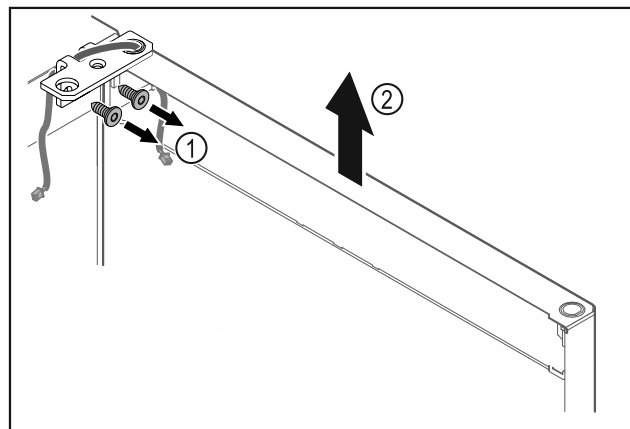

Fig. 12
- Odkręcić zawias Fig. 12 (1).
- Drzwi wraz z zawiasem należy podnieść prosto do góry o ok. Fig. 12 (2) circa 200 mm i zdjąć.